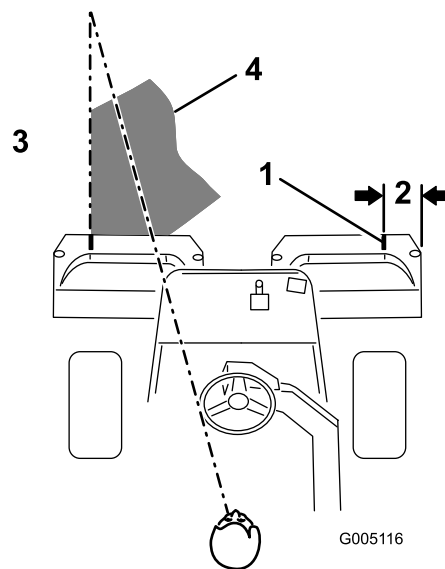

図 25
**注** グリーン内をぶれずにきれいに直進し、刈り込みの済んだ列との距離を一定に保って走るためには、車体前方 1.8 から 3 m のところに視線を置いて、刈り込み済みの済んでいる列にラインを合わせるようにするのがコツです 図 25。ハンドルを目印にして距離を合わせても良いでしょう。その場合、ハンドルの縁と本機前方の目標ラインとを重ねて見ながら運転します。